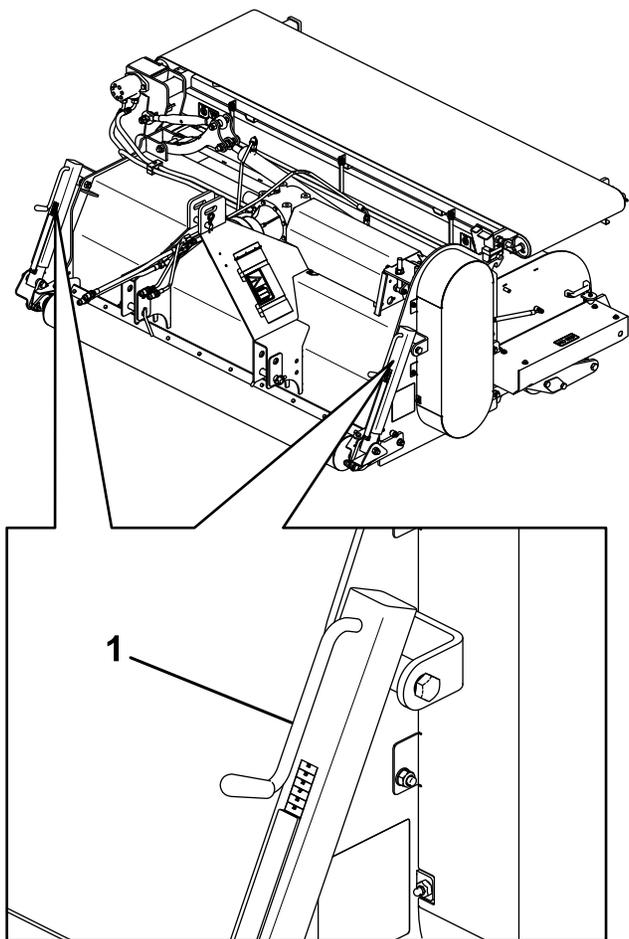

Figure 22
4. En vous aidant des poignées de réglage, réglez les biellettes avant à la profondeur souhaitée à l'aide des indicateurs de chaque côté (Figure 22).